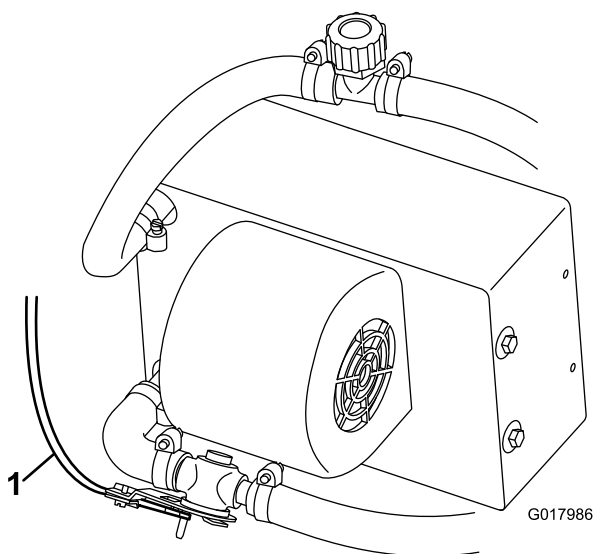

Figura 6
8. Encaminhe e ligue o cabo do controlo do aquecedor à válvula do aquecedor (**Figura 6**).